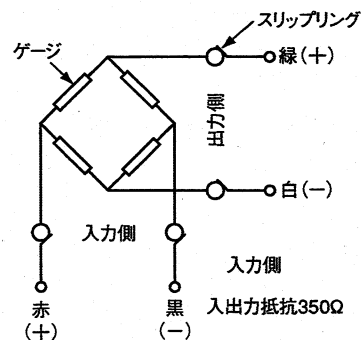

図6
- 8.2 零バランス及び指示値が異常と思われる場合は、図6及び7により、入出力抵抗値を調べて下さい。常温において検査成績書記載の入出力抵抗値と数 Ω 以上異なる場合は、変換器の故障が考えられます。